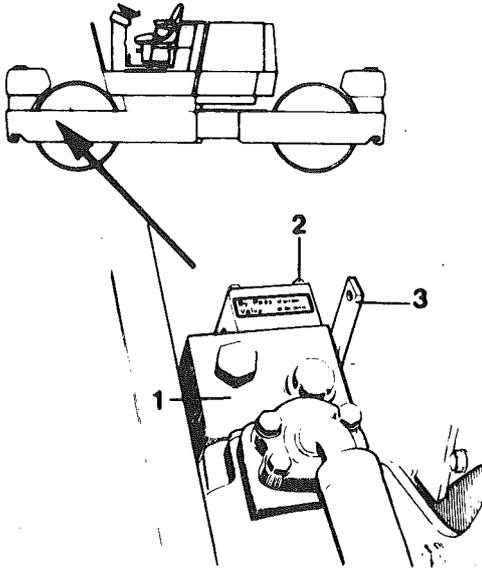

Fig. 19
Voir fig. 19.
Ne pas oublier de remettre le bras (3) en position initiale après le remorquage. Voir fig. 19. Bloquer à l'aide de la vis (2).